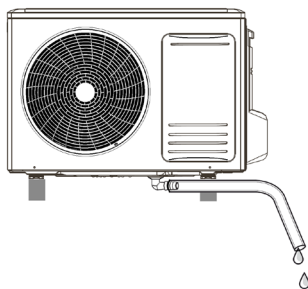

fig. 10 -
2. Ligue à peça de união ("fig. 10 -") um tubo de borracha suficientemente resistente (de forma a que não se deforme, causando possíveis estrangulamentos).